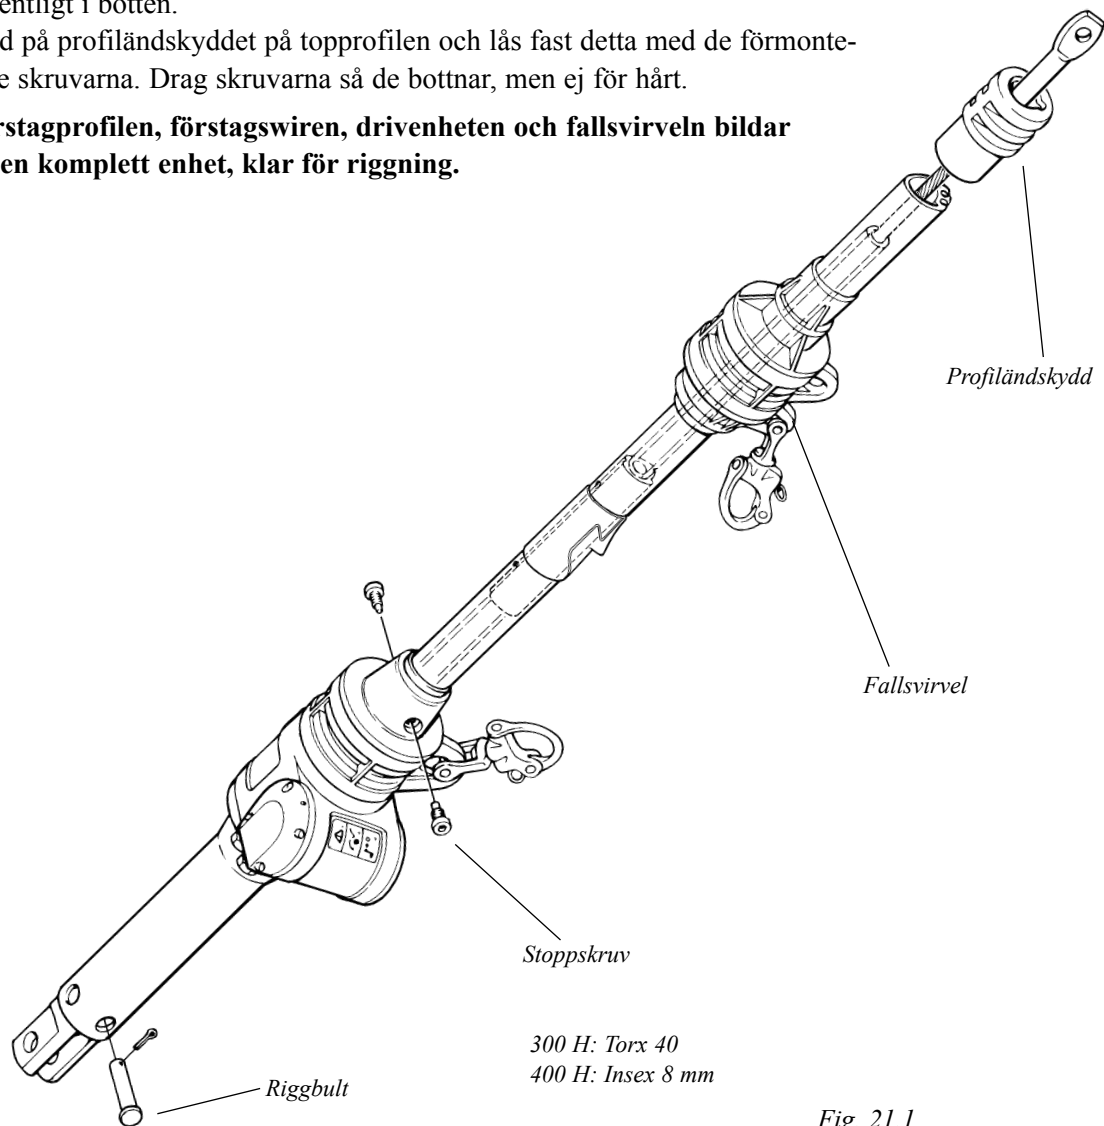

Fig. 21.1
1. Lossa stoppskruvarna (se fig. 21.1) som håller förstagsprofilen.
3. Demontera riggbulten (se fig 21.1).